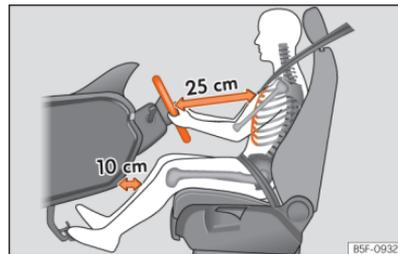

Fig. 17 A separação correta entre o condutor e o volante deve ser de 25 cm no mínimo (10 polegadas).
- Ajuste o volante de modo a ficar a uma distância de, pelo menos, 25 cm (10 polegadas) do esterno »» Fig. 17 e a poder segurá-lo com ambas as mãos pelos lados, pela parte exterior, com os braços ligeiramente fletidos.